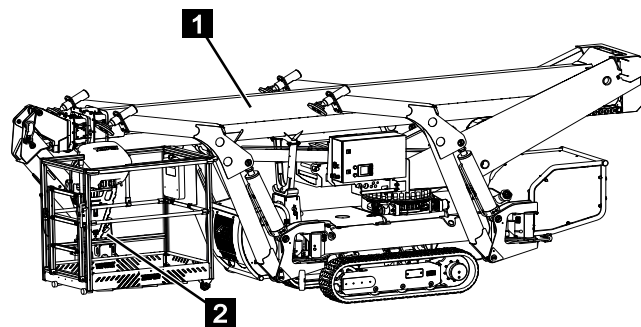

Fig. 147
- Les appuis un et quatre (Fig.147/1) se trouvent en position de transport 1.
- Les appuis deux et trois (Fig.147/2) se trouvent en position de transport 1.